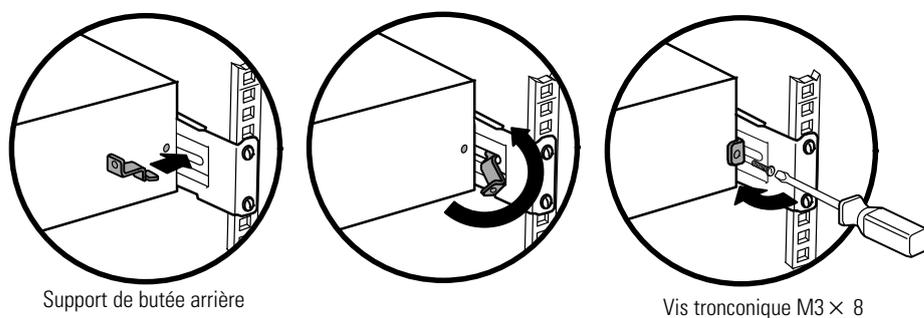

Figure 8. Fixation de l'arrière du Module (optionnel)
- 13. En option.** Insérez un support de butée arrière à travers l'intérieur de chaque glissière derrière l'onduleur. Tournez chaque support et glissez-le jusqu'à ce qu'il soit fermement fixé au panneau arrière de l'onduleur. Fixez chaque support à l'onduleur avec une vis tronconique M3 × 8. Voir Figure 8.